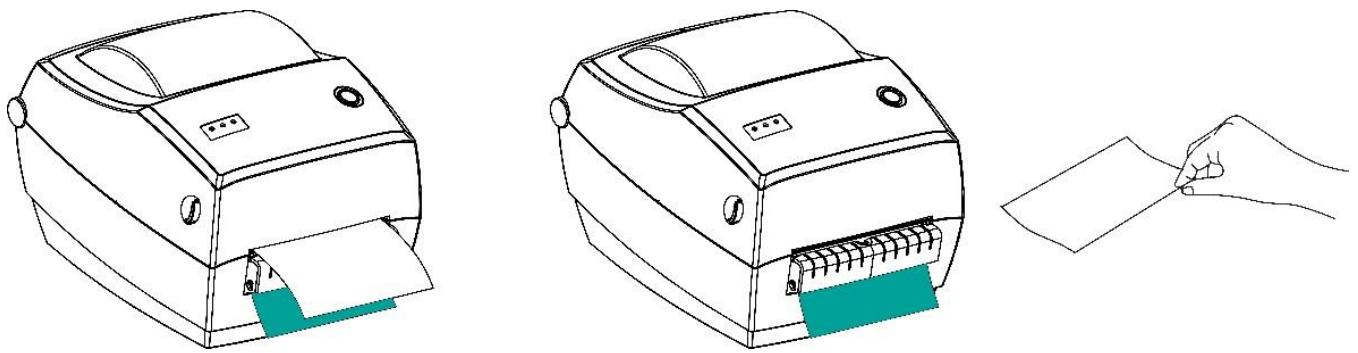

Рисунок 45. Окончание установки
- 8 Включить принтер и нажать кнопку промотки, принтер выполнит отделение одной этикетки. Чтобы была напечатана следующая этикетка, нужно снять напечатанную (рисунок 45).